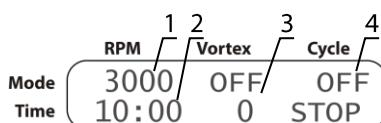

Рисунок 5. Центрифугирование
5.3.6.2 **Центрифугирование.** Установите скорость (рис. 5/1) и продолжительность (рис. 5/2) центрифугирования. Отключите вортексирование, выставив время на ноль (индикация OFF, рис. 5/3). Счётчик циклов отключается (индикация OFF, рис. 5/4).